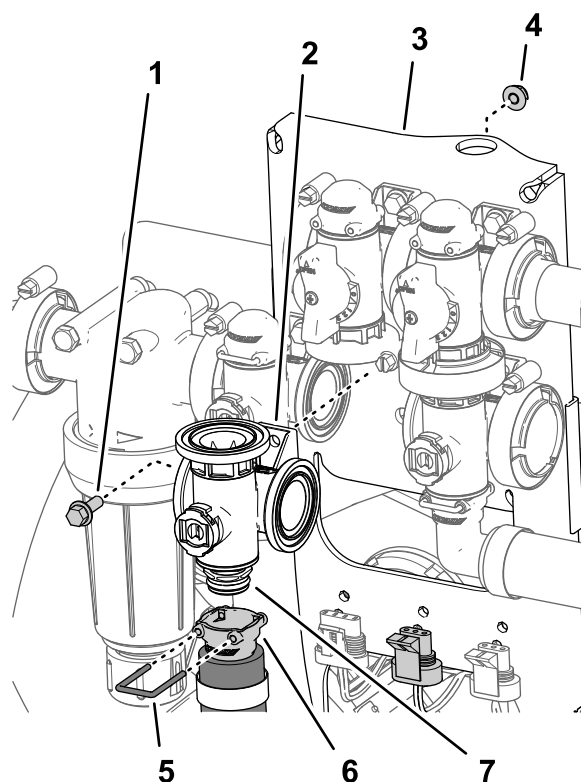

Figura 116
2. Retire o retentor que fixa a tomada de desligação rápida à união de desligação rápida do coletor da válvula de agitação (Figura 116).
3. Retire o parafuso de cabeça flangeada (1/4 pol. x 3/4 pol.) e porca flangeada (1/4 pol.) que prendem a válvula de agitação à montagem da válvula e retire o coletor da válvula da máquina (Figura 116).